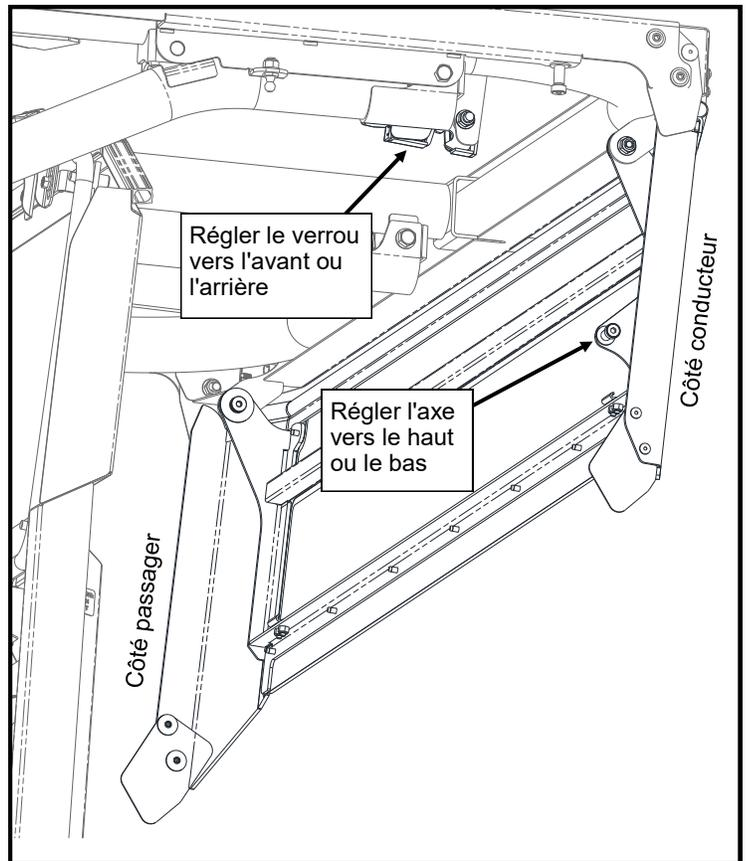

Figure 9.2 : Ajustement de verrou de panneau arrière supérieur
- 9.2 Tourner le panneau arrière supérieur vers le haut et vérifier l'alignement de l'axe du panneau arrière et du verrou du côté conducteur. Régler le verrou et l'axe si nécessaire jusqu'à ce que le panneau se verrouille complètement et de façon répétable (voir Figure 9.2).